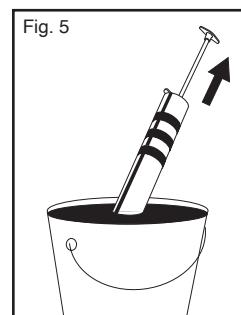

Fig. 5
2. Submerge open end of the barrel into grease bucket. Be sure the plunger handle is depressed completely. Grasp the barrel firmly and pull back slowly on the plunger handle. Be sure the mouth of the barrel is always under the surface so that air is not transferred into the barrel. (Figure 5)
2. Sumerja la parte abierta del barril en el cubo de grasa. Asegurese que el mango del piston esta completamente suelto. Sujete el barril firmemente y jale despacio el mango del piston. Asegurese que la boca del barril este siempre sumergida en el cubo para que no pase aire a el barril. (Fig. 5)